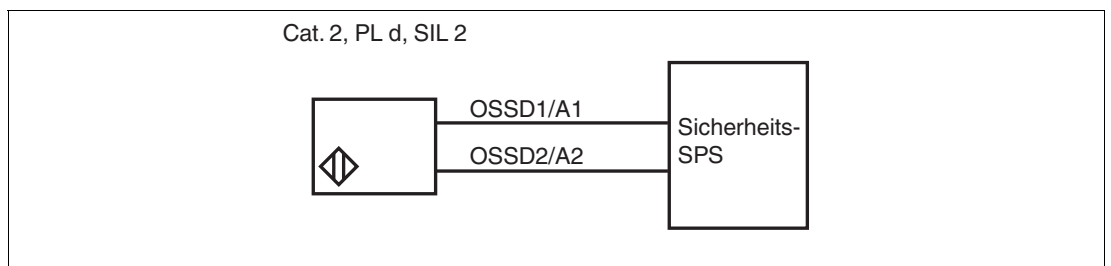

Abbildung 4.2 Beispiel für einen Sicherheitskreis über die Ausgänge OSSD1 und OSSD2
- Falls Sie den Sensor in einem Sicherheitskreis für Kategorie 2, PL d, SIL 2 verwenden, schließen Sie den Sensor über die Ausgänge OSSD1 und OSSD2 an, siehe Abbildung 4.2.